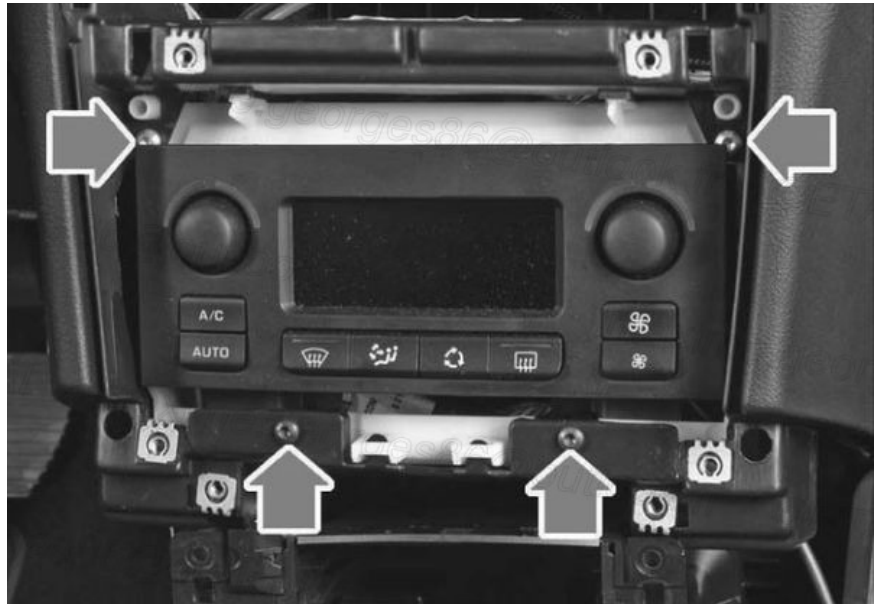

Fig. 33
- Déposer les 4 vis de fixation du tableau de commande de climatisation et le dégraffer en le poussant dans son logement. L'incliner pour accéder aux connecteurs électriques à débrancher puis le basculer pour l'extraire de son logement (**Fig.33**)